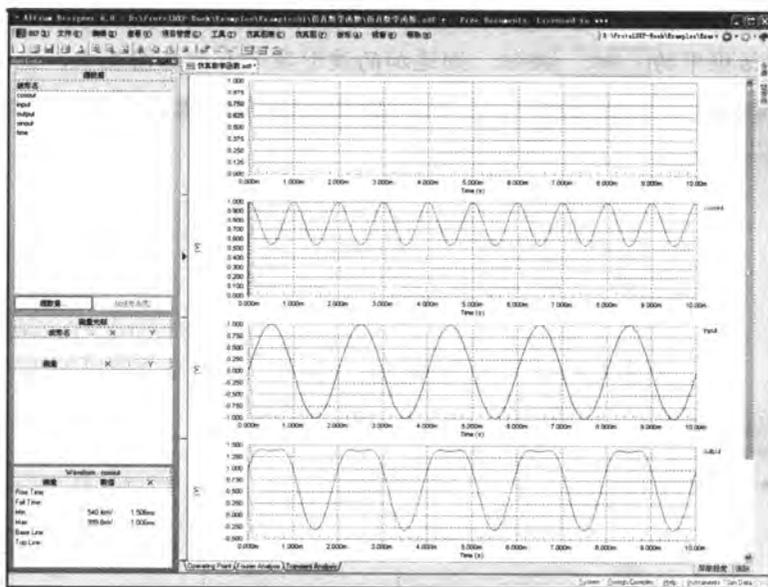

图 7-57 插入空的图形栏
- [1] 执行【编辑】/【插入】命令，则系统在当前的波形图中插入了一个空的图形栏，如图 7-57 所示。